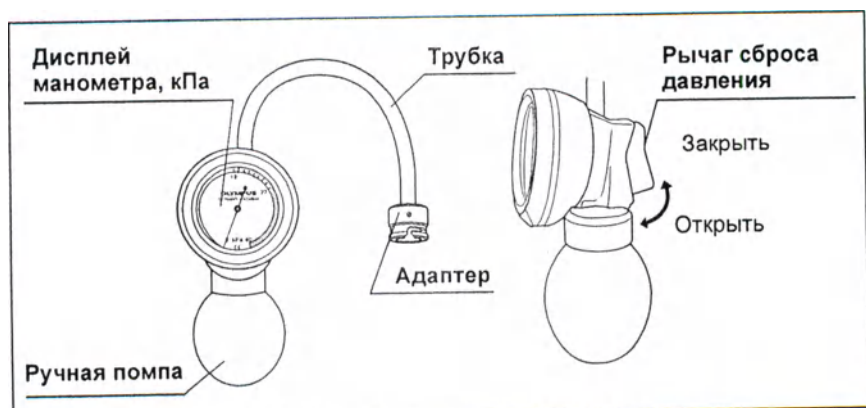

Рисунок 7.3
Для проверки эндоскопа на утечки к его вентиляционному адаптеру на световодном разъеме подсоединяют пробник для проверки утечек и сжимают ручную помпу (см. рис. 7.3).
1. Убедитесь в отсутствии трещин, царапин, дефектов, загрязнений и других повреждений (см. рис. 7.3 на стр. 75).